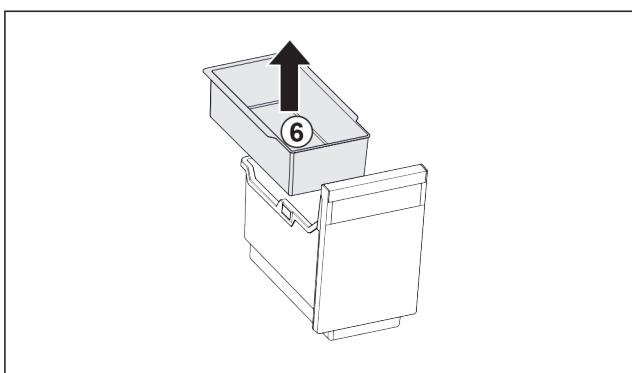

Fig. 19
- Izvadite ovjesnu posudu Fig. 19 (6).